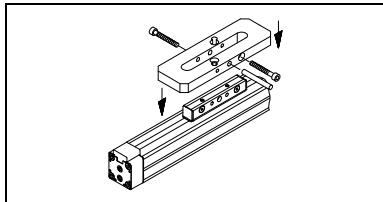

Fig. 35/Bild 35
- cursore esterno di trascinamento dell'attuatore precedente (vedere fig. 35)
- (se bild 35)